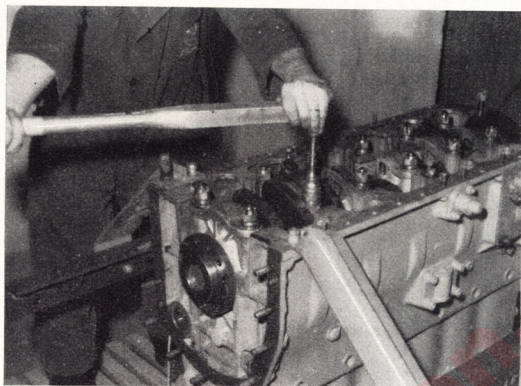

Fig. 103.—Apretado de los sombreros con llave dinamométrica
4. Colocar en el primer sombrero suplementos para compensar la altura que ocupará la bomba de aceite y arandelas y tuerca en todos los espárragos de fijación de los sombreros, previo aceitado de dichos espárragos y apretarlas alternativamente con llave dinamométrica (fig. 103) hasta alcanzar un par de 23,5 mkg. Confrontar los taladros para el pasador de la tuerca apretándolas hasta conseguir (sin rebasar) los 26,5 mkg.